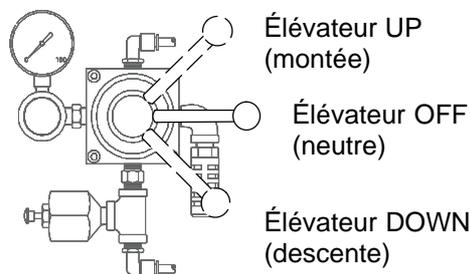

Fig. 3
Le levier de la vanne de régulation d'air de l'élévateur a 3 positions (Fig. 3):
1. Positionner le levier de la vanne manuelle sur OFF (Fig. 3, page 11). Fermer le régulateur d'air de l'élévateur et la vanne de régulation d'air principale.
2. Positionner le levier de la vanne manuelle sur UP (Fig. 3, page 11). Ouvrir la vanne de régulation d'air principale et le régulateur d'air de l'élévateur jusqu'à ce l'élévateur commence à monter. Laisser l'élévateur monter au maximum.
4. Mettre le levier de la vanne manuelle sur DOWN (Fig. 3, page 11) et faire descendre l'élévateur jusqu'à ce que le plateau suiveur soit sur le point de pénétrer dans le seau, puis mettre le levier de la vanne sur OFF. Si nécessaire, repositionner le seau pour que le racleur ne heurte pas le bord du seau.
6. Mettre le levier de la vanne manuelle de l'élévateur sur DOWN (Fig. 3, page 11) pour faire descendre le plateau suiveur dans le seau jusqu'à ce que tout l'air soit chassé et que le produit sorte de l'évent.
8. Régler la pression d'air alimentant l'élévateur à 4 bars. Mettre le levier de la vanne manuelle de l'élévateur sur DOWN (Fig. 3, page 11).
1. Mettre le levier de la vanne manuelle de l'élévateur sur DOWN (Fig. 3 page 11).
1. Mettre le levier de la vanne manuelle de l'élévateur sur OFF (Fig. 3, page 11). Couper l'alimentation d'air de l'élévateur et de la pompe.
1. Pour empêcher l'élévateur de se déplacer, mettre le levier de la vanne manuelle (Fig. 3, page 11) sur OFF.